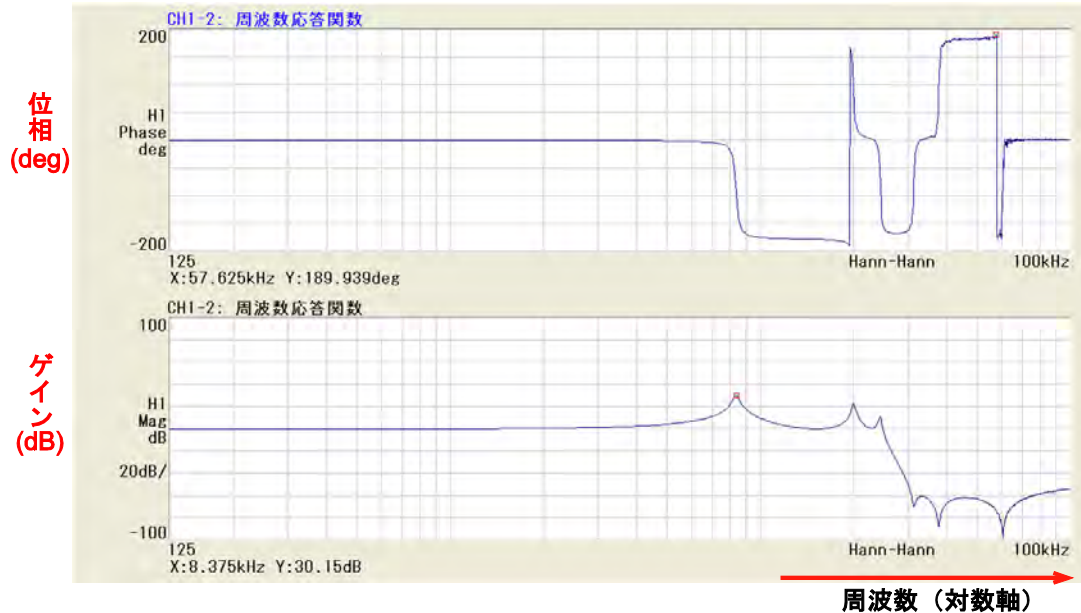

図4 ボード線図のグラフ例
図4は、**ゲイン特性**と**位相特性**を各周波数  $f$  に対してプロットしたもので、**ボード線図**と呼ばれ、通常横軸（周波数軸）は、対数軸で表示します。また、そのゲイン特性の縦軸は、式(3)をdB化した値  $20 \log |H(f)|$ 、位相特性の縦軸は  $\pm 180$  度（あるいは  $\pm 200$  度）表示となります。このグラフの特徴は、①**共振周波数**とその大きさが分かりやすい、②グラフが2つになるが、周波数軸が明確、③ゲインと位相の関係が分かりやすい（共振点では必ず位相が  $180$  度遅れるなど）などです。